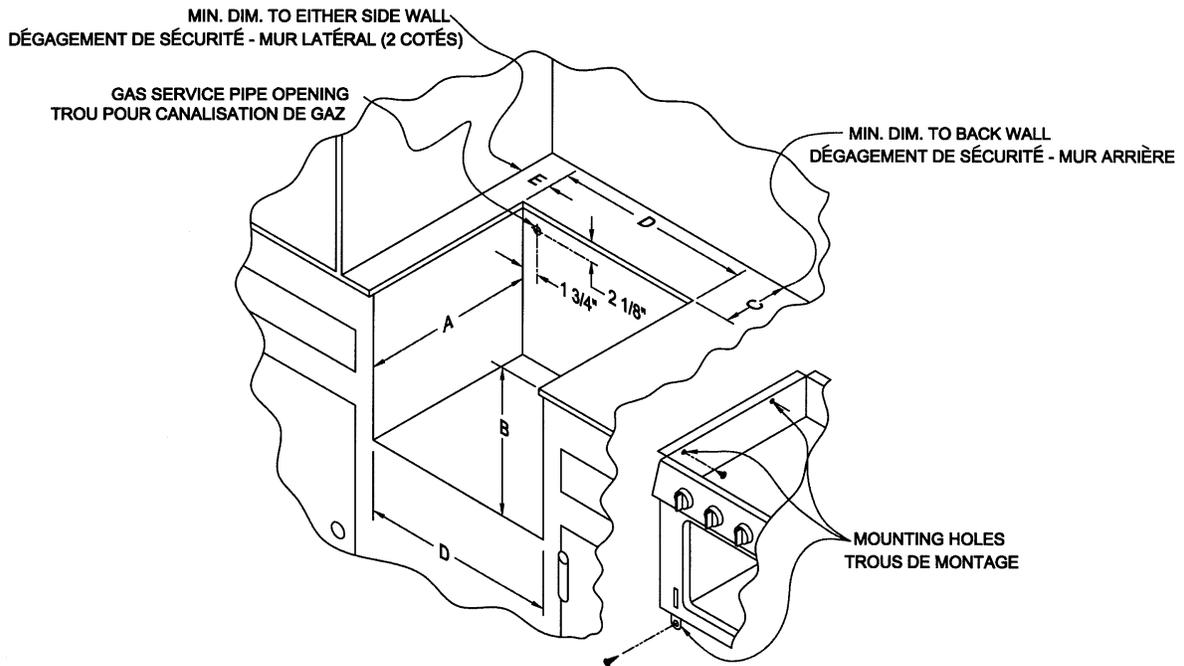

Figure 2
3. Dimensions pour l'espace d'encastrement - Voir Figure 2.